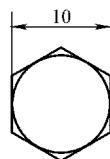

图 12-27 绘制螺栓头左视图
4) 绘制并创建块“lstz”（螺栓头左视图），以圆心为基点，如图 12-27 所示。